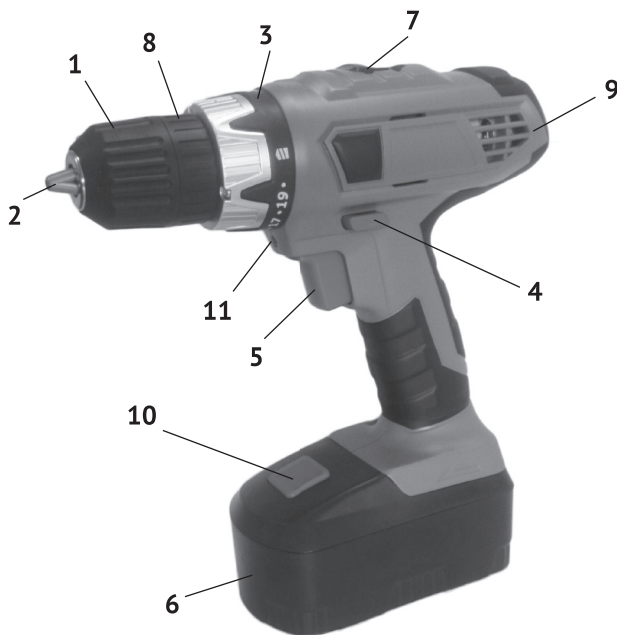

рис. 1
1.6 Общий вид дрели представлен на рис.1
1.7 Механизм дрели расположен в обрезиненном пластиковом корпусе (рис.1 поз.9), состоящем из двух частей: правой и левой. Он состоит из электродвигателя постоянного тока и редуктора с планетарным 2-х скоростным механизмом. В нижней части корпуса, выполненного в форме рукоятки, находится выключатель и разъём для присоединения аккумуляторной батареи.
1.8 Клавиша выключателя (рис.1 поз.5) расположена в передней части рукоятки. При нажатии на клавишу включается двигатель дрели. Усилие, приложенное к клавише, изменяет скорость вращения двигателя. При запуске двигателя автоматически включается светодиодный фонарь (рис.1 поз.11), обеспечиваю-
Над клавишей выключателя находится переключатель реверса (рис.1 поз.4), пластинчатой конструкции. В нейтральном положении он выполняет функцию блокиратора клавиши от случайного включения. Стрелками на торцах пластины, указывается направление вращения патрона.
1.10 В передней части корпуса расположено кольцо регулировки (рис.1 поз.3). Это кольцо фиксирует одну из 20-ти, позиций предельного момента затяжки, при работе дрелью, как шуруповёртом, или переключает редуктор в режим сверления – символ «сверло».
Внимание! *Перед установкой/извлечением аккумуляторной батареи отключить инструмент, установив переключатель направления вращения (рис.1 поз.4) в среднее положение (блокировка клавиши выключателя).*
- для извлечения батареи из дрели нажать клавишу фиксации (рис.1 поз.10) аккумуляторной батареи и извлечь её из рукоятки, вытягивая вперёд, к патрону.
- установить переключатель направления вращения (рис.1 поз.4) в положение блокировки клавиши выключателя;
- удерживая кольцо патрона (рис.1 поз.8) одной рукой, другой вращать переднюю часть патрона (рис.1 поз.1) против часовой стрелки до разведения кулачков патрона (рис.1 поз.2) на расстояние, необходимое для установки ра-
- удерживая кольцо патрона (рис.1 поз.8) одной рукой, другой вращать переднюю часть патрона (рис.1 поз.1) по часовой стрелке до фиксации рабочего инструмента кулачками патрона;
- для включения дрели необходимо нажать и удерживать клавишу выключателя (рис.1 поз.5);
- в среднем положении переключатель направления вращения (рис.1 поз.4) блокирует клавишу выключателя, исключая случайное включение дрели;
2.2.5 Функции регулировочного кольца (рис.1 поз.3):
На регулировочное кольцо (рис.1 поз.3) нанесены символы: от «1» до «16» - 16 фиксированных положений предельного момента затяжки и символ «дрель». Выставление нужного режима работы осуществляется совмещением соответствующего символа со стрелкой на корпусе дрели.
- выставив ползунок переключателя (рис.1 поз.7) положение 1(L) получаем при низком числе оборотов (350 об/мин) высокий показатель крутящего момента. Этот режим применяется при закручивании шурупов, винтов, саморезов и болтов больших размеров;
- при установке переключателя в крайне положение 2(H) получаем максимальное число оборотов (1200 об/мин), но меньший показатель крутящего момента. При данном режиме работаем в режиме сверления или закручивания/выкручивания мелкого крепежа.
- повернуть кольцо регулировки (рис.1 поз.3) в положение «сверло»;